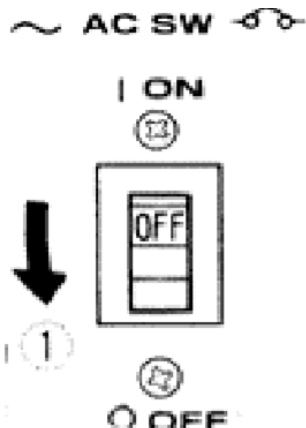

Рис. 20
1. Встановіть вимикач живлення електроприладу в положення OFF («ВІМК.») або від'єднайте його силовий кабель від розетки генератора. Переведіть автоматичний вимикач у положення OFF («ВІМК.»)(Рис.20).